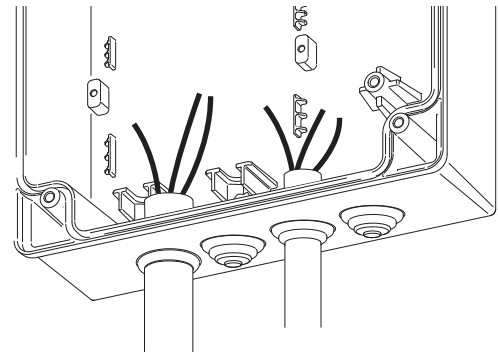

Fig. 2
- 3) Inserire la guarnizione lungo il perimetro di chiusura dell'armadio partendo dal centro del bordo inferiore (fig. 2). Non tirare la guarnizione, ma spingerla nell'apposita sede.